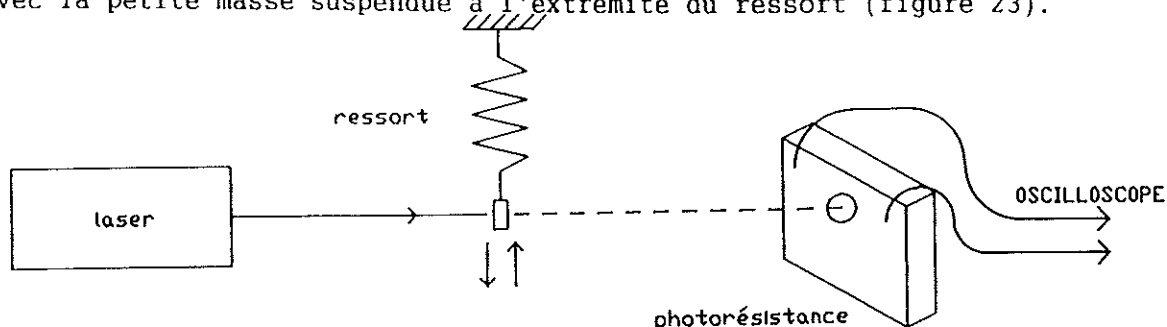

figure 23 : Montage pour déterminer la période des oscillations du ressort
- diriger le laser sur la photorésistance et intercepter le faisceau avec la petite masse suspendue à l'extrémité du ressort (figure 23).
- dans le montage de la figure 23, on remplace le ressort par le pendule, la masse intercepte au repos le faisceau du laser. Le signal détecté à l'oscilloscope comporte donc 2 minima par période.